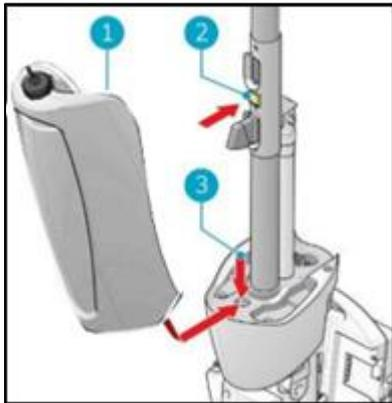

Abbildung 35.
14. Legen Sie den Boden des Auffangbehälters (Abbildung 35, Pos. 1 und Pos. 3) auf die Vorderseite des i-mop® XXL
15. Drücken Sie die Oberseite des Tanks in die richtige Position, bis Sie ein "Klick"-Geräusch hören. Der Magnet (Abbildung 35, Pos. 2) verriegelt dann den Rückgewinnungsbehälter in seiner Position.